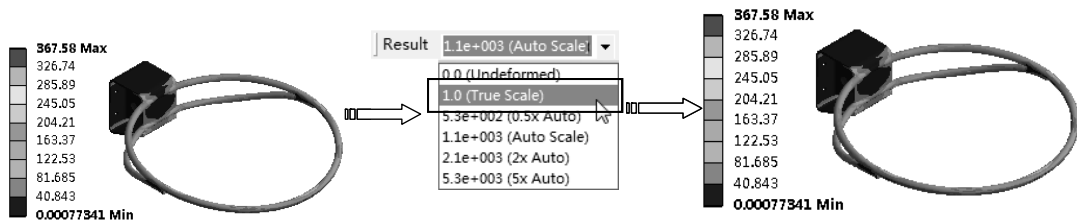

图 7-33 应力云图
3) 应力云图。在【Outline (分析树)】中选择【Solution (B6)】节点，单击其下的【Equivalent Stress】项， Equivalent Stress，在图形窗口显示出应力云图。选择【Result】工具栏上的【1.0 (True Scale)】项，可真实显示应力云图，如图 7-33 所示。